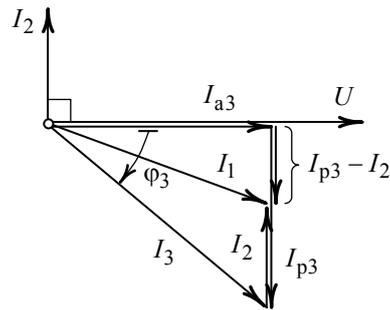

Рис. 2.8
4. Показание амперметра A_1 определим по векторной диаграмме цепи (рис. 2.8), из которой следует: